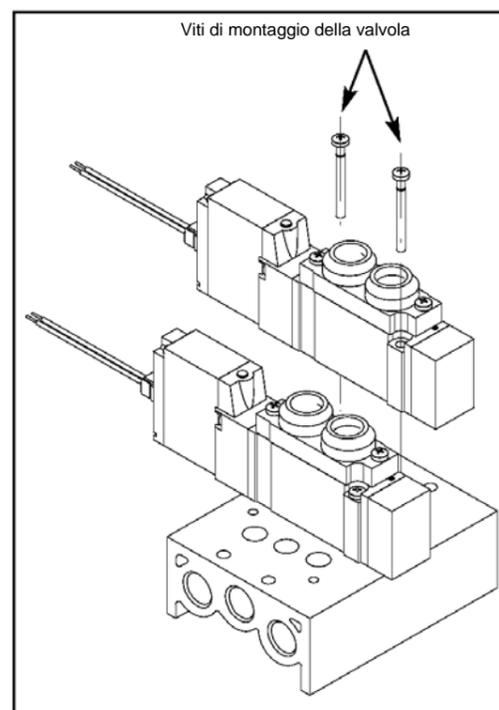

Figura 23
7.2.1 Rimontaggio della valvola (vedi Figura 23)